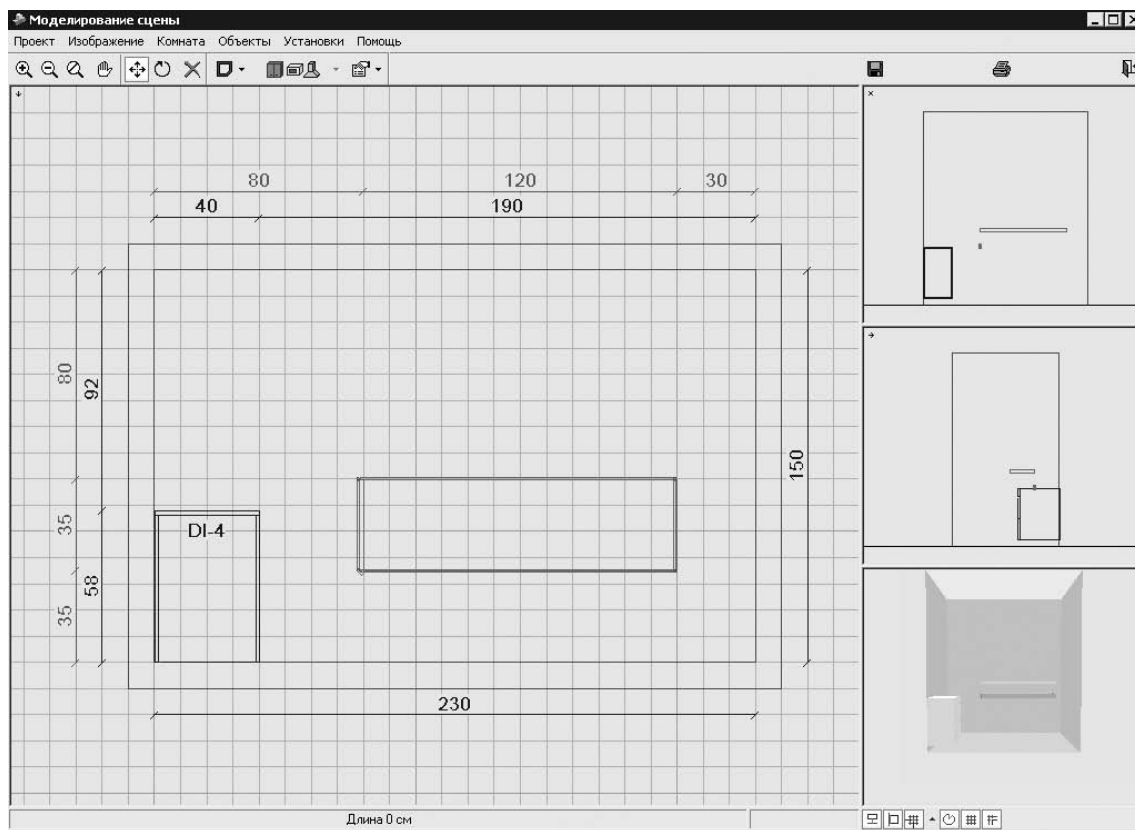

Рис. 8.15
4. В окне программы, щелкая кнопкой мыши по часовой стрелке, указать место расположения окантовки на столешнице (рис. 8.15).